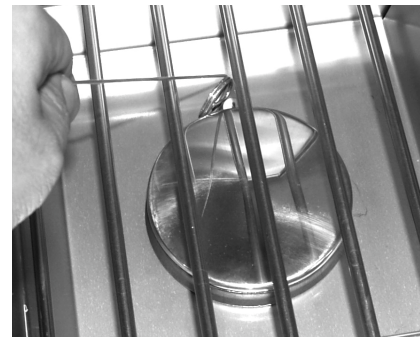

Fig. 20-2 - Éclairage manuel
2. Insérez un allumeur brûlant de butane de long-baril, une allumette brûlante de long-tige, ou une allumette brûlante tenue par un support de prolongation de fil par la grille à cuire s'ouvrant au brûleur (fig. 20-2). Tenez la flamme contre le bord du brûleur.
4. Si le brûleur ne se allume pas dans les cinq (5) secondes de tourner le bouton de commande, enfoncez immédiatement le bouton et tournez la valve à **AU LOIN**. **ATTENDEZ CINQ (5) MINUTES** avant de répéter les étapes 2 à 4 des instructions manuelles d'éclairage.